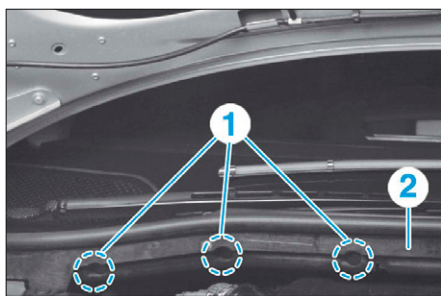

FIG. 1
- Dégrafer les trois pions (1) (Fig.1).
- Déposer le cache (2).